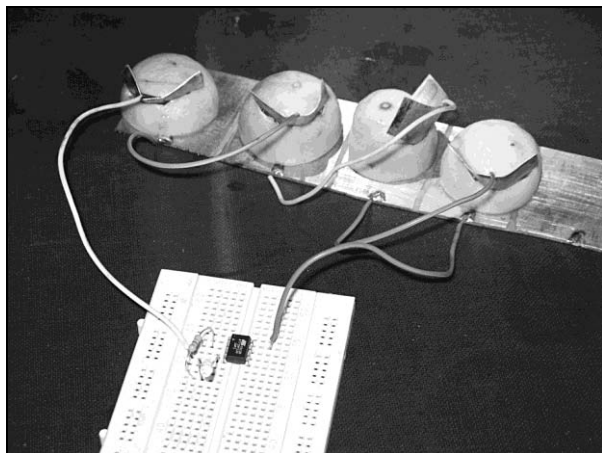

Рис. 1.19. "Лимонная" батарея
4. Положите половинки лимонов на медные островки. Сделайте на лимонах разрезы и вставьте в них цинковые полоски. На рис. 1.19 показана лимонная батарея из четырех элементов.